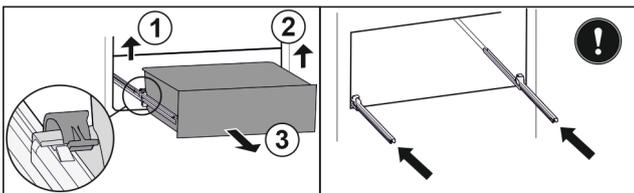

Fig. 94
- ▶ Linke Klemme anheben und gleichzeitig Schubfach links nach vorne ziehen. Fig. 94 (1)
- ▶ Rechte Klemme anheben und gleichzeitig Schubfach rechts nach vorne ziehen. Fig. 94 (2)
- ▶ Schubfach nach vorne entnehmen. Fig. 94 (3)